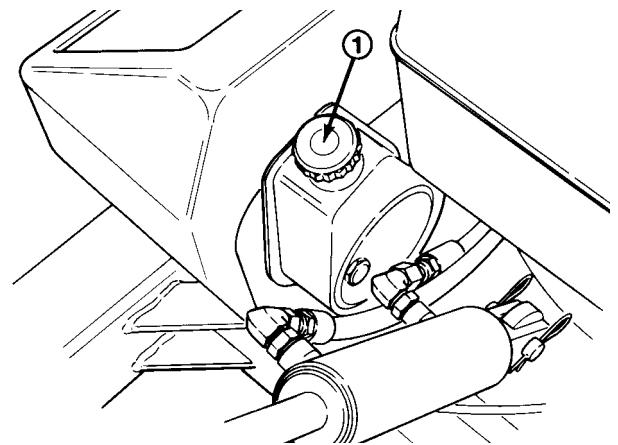

Bild 7
einlegen und den Fahrtriebshebel in die Zuschaltstellung bringen, um vorwärts oder rückwärts zu fahren. Einer der handbetätigten Sicherheitsschalthebel (Bild 7).
Sicherheitsschalthebel (2) (Bild 7)—Diese Schalter ermöglichen den Motorbetrieb, wenn der Zinkenkopf abgesenkt ist. Weiter halten sie den Fahrtriebshebel in der zugeschalteten Stellung. Ein Hebelschalter muss aktiviert sein, bevor der Fahrtrieb zugeschaltet oder der Zinkenkopf abgesenkt wird, während der Motor läuft.
Nutzbremse (Bild 7)—Zum Reduzieren der Fahrgeschwindigkeit.